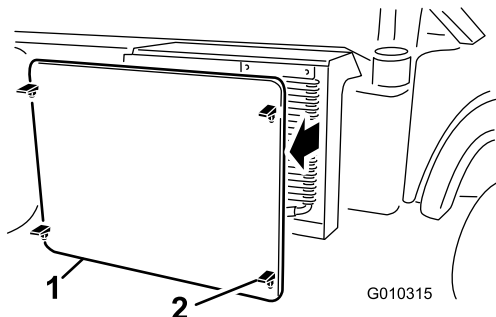

Bild 61
2. Lösen und entfernen Sie das Kühlgitter vorne am Kühler (Bild 61).